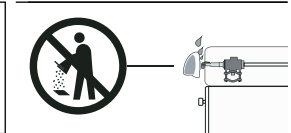

Figura 60.
- Las válvulas deben permanecer en su interior limpias de grasas y derrames originados por la cocción de alimentos. El depósito de residuos puede afectar el buen funcionamiento de las mismas (Ver figura 60).